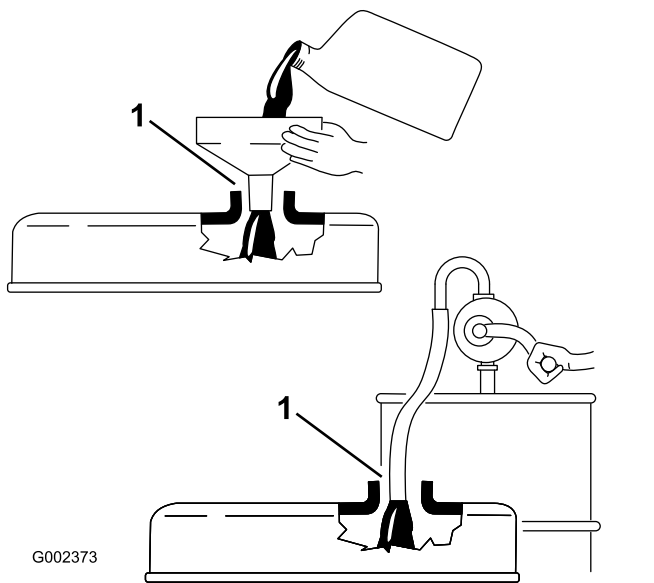

Figura 28
**Importante:** Rimuovete l'asta di livello mentre versate l'olio nel motore. In caso di aggiunta o rifornimento di olio, vi deve essere gioco tra il dispositivo e il foro di riempimento dell'olio nel coperchio della valvola, come mostrato in Figura 28. Il gioco è necessario per consentire l'aerazione durante il riempimento, prevenendo l'eccesso di olio nello sfiatatoio.